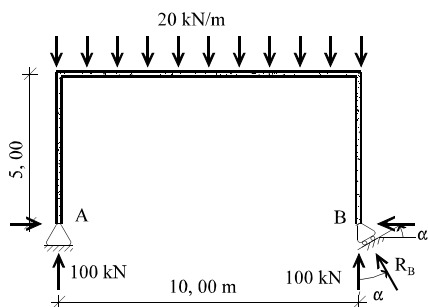

Figura 16
16) Calcular la inclinación  $\alpha$  óptima del apoyo deslizando  $B$  del pórtico de la figura 16 para que el máximo momento flector en la estructura sea lo menor posible.